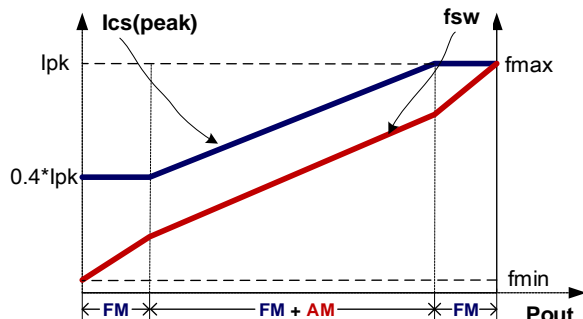

图 4
如图 4 所示，为了满足严苛的平均效率和待机功耗要求，U6513 采用了调幅控制 (AM) 和调频控制 (FM) 结合的多模式控制技术。接近满载输出时，系统工作在调频工作模式中；在轻重载条件下，系统工作在调频工作和调幅工作模式中；当系统接近空载输出时，系统工作在调频模式中以降低待机功耗。利用此种控制技术，系统可以获得低于 70mW 的待机功耗。